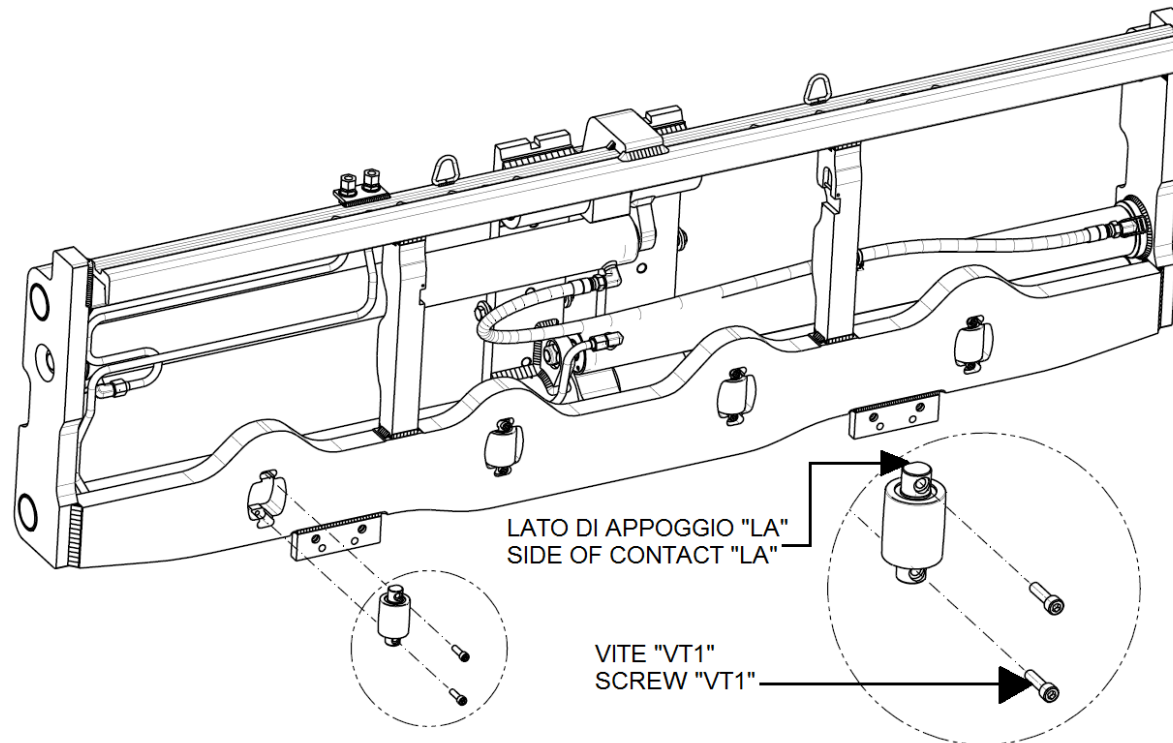

Fig. 034
7.2. Sostituzione pattini e rulli**7.2.1. Eseguire le operazioni della sezione 7.1****7.2.2. Rimuovere il pattino/i superiore/i come indicato****Sostituirlo/i con nuovo/i accertandosi che i pioli del pattino/i si impegnino correttamente nell'apposita sede realizzata nel telaio mobile. Lubrificare con grasso di qualit .****Fig. 032****7.2.3. Sostituzione dei pattini inferiori (posizionatori classi 2 e 3)****Rimuovere i pattini inferiori eseguendo il movimento indicato in Fig. 033. Montare i pattini nuovi e lubrificarli con grasso di qualit .****Fig. 033****7.2.4. Sostituzione dei rulli inferiori (posizionatori classe 4)****Rimuovere i rulli inferiori come indicato in fig. 034, chiave ISO 3926 8 mm. Montare i rulli nuovi alloggiandoli correttamente nella loro sede.****Il perno del rullo ha un lato spianato ("LA") che deve essere a contatto con la sede sulla barra inferiore (Vedi dettaglio). Serrare le viti "VT1" con coppia di serraggio 50 Nm – 38 Ft-lbs. Utilizzare su viti "VT1" frenafilletti "Loctite 243".**